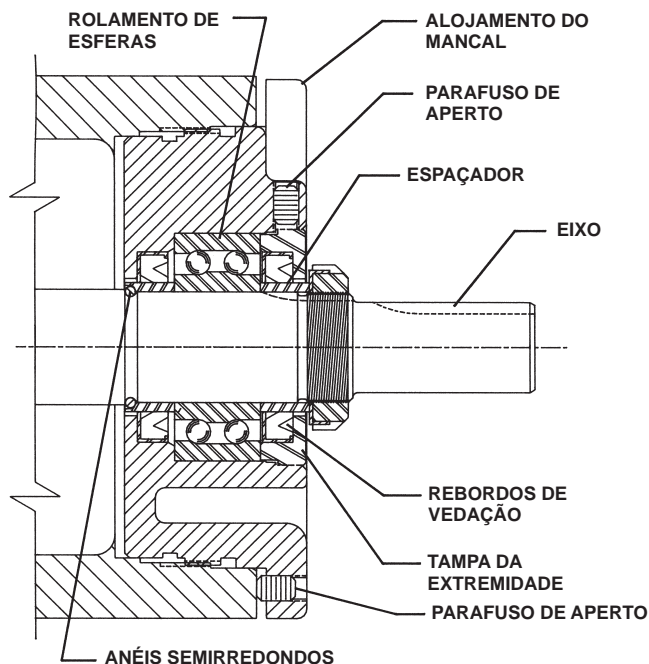

FIGURA 9
4. Solte dois parafusos de regulagem na frente do alojamento do mancal e remova a montagem do alojamento do mancal do suporte. **Consulte a Figura 9.**